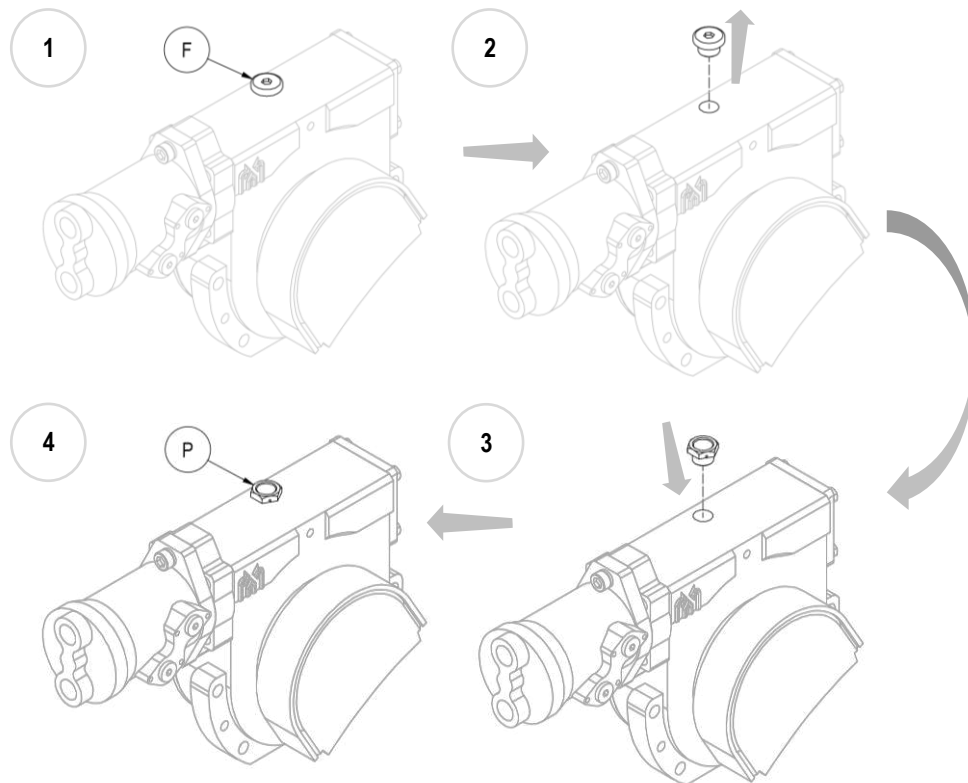

Figura 7
10. **N.B.** Ad attrezzatura montata, sostituire il tappo cieco di rabbocco olio in ferro (F) con quello in plastica fornito in dotazione (P), provvisto di sfiato (vedi Figura 7).